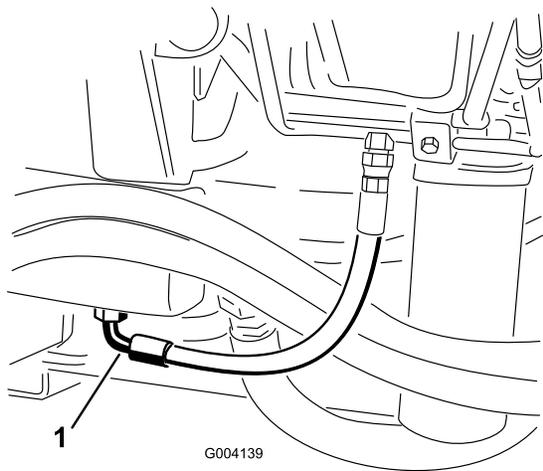

Figure 65
2. Placez un grand bac de vidange sous le raccord monté au bas du réservoir de liquide hydraulique (Figure 65).